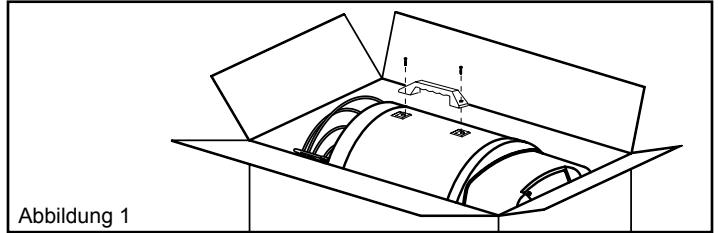

Abbildung 1
1. Befestigen Sie den Griff, indem Sie die Löcher des Griffs mit denen in der Hülle des Heizgeräts in Übereinstimmung bringen (siehe Abb. 1).